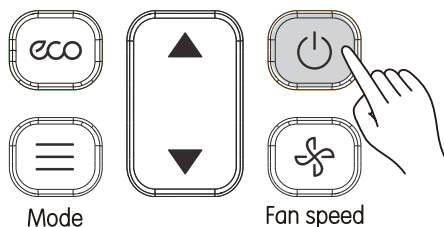

fig. 11
1) Pulse (véase “fig. 11”), la unidad interior comienza a funcionar